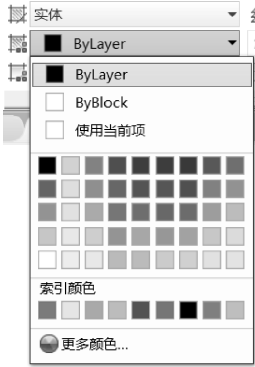

图 8-5 “填充图案颜色” 下拉列表框
- “图案填充颜色” 下拉列表框：用于确定填充图案的颜色，如图 8-5 所示。
分别单击列表框的下拉按钮，在打开如图 8-5 所示的填充颜色图中选出“渐变色 1（蓝色）”和“渐变色 2（黄色）”。